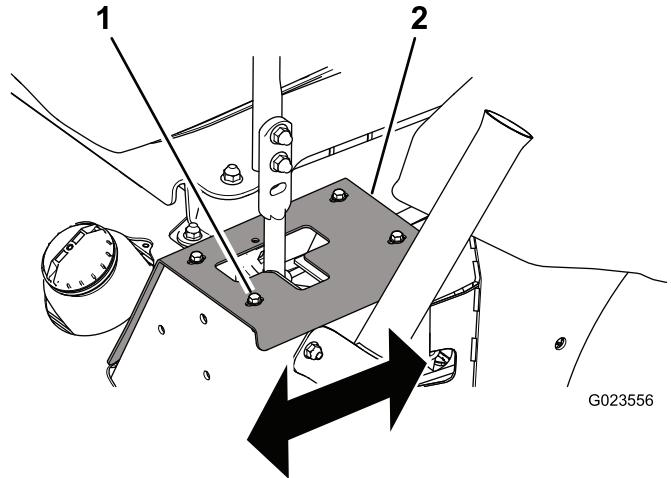

Bild 54
- Wenn sie nach rechts zieht, lösen Sie die Schrauben und versetzen die linke Anschlagsplatte nach hinten, bis die Maschine geradeaus fährt (Bild 54).
- Wenn sie nach links zieht, lösen Sie die Schrauben und versetzen die rechte Anschlagsplatte nach hinten, bis die Maschine geradeaus fährt (Bild 54).
1. Schraube (4) 2. Anschlagsplatte
3. Ziehen Sie die Schrauben an, um die Anschlagsplatte zu befestigen (Bild 54).